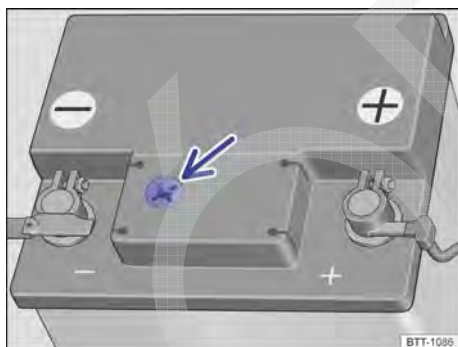

Fig. 234 Representação esquemática: visor no lado superior da bateria do veículo.
- Providenciar iluminação suficiente para poder identificar o indicador colorido no visor redondo no lado superior da bateria do veículo → Fig. 234 (seta). Nos veículos com bateria do veículo no compartimento de bagagem, se necessário, utilizar um espelho para ver melhor a indicação da cor. Jamais utilizar chamas expostas ou objetos incandescentes como iluminação.